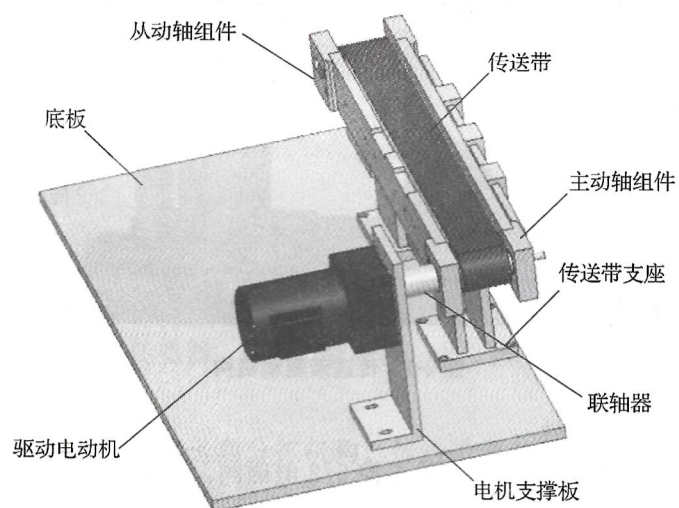

图 4-3 驱动电动机组件安装
(2) 完成驱动电动机组件装配, 进一步装配联轴器, 把驱动电动机组件与传送机构相连并固定在底板上, 如图 4-3 所示。